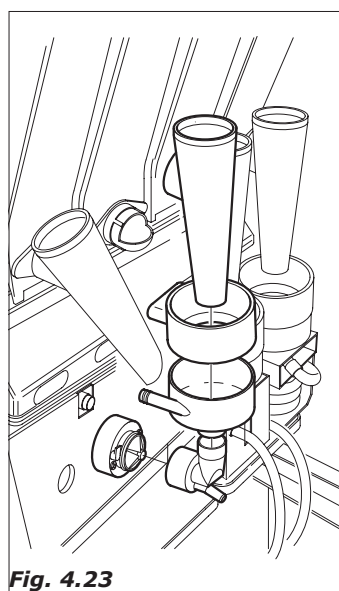

Fig. 4.23
- Rimuovere tutti i convogliatori polveri, imbuti acqua, camere e ventole di frullatura, tubi al silicone ed immergere anche questi particolari nella soluzione preparata (Fig.4.23).